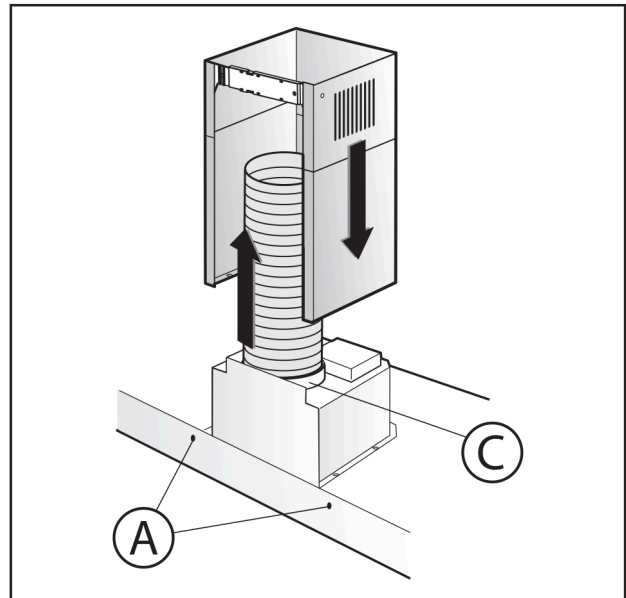

Fig.3
- När spiskåpan har justerats ska den fästas definitivt med de 2 skruvarna **A** (Fig.3).
- Anslut flänsen **C** med ett anslutningsrör till hålet för utsugning av luft (Fig.3).